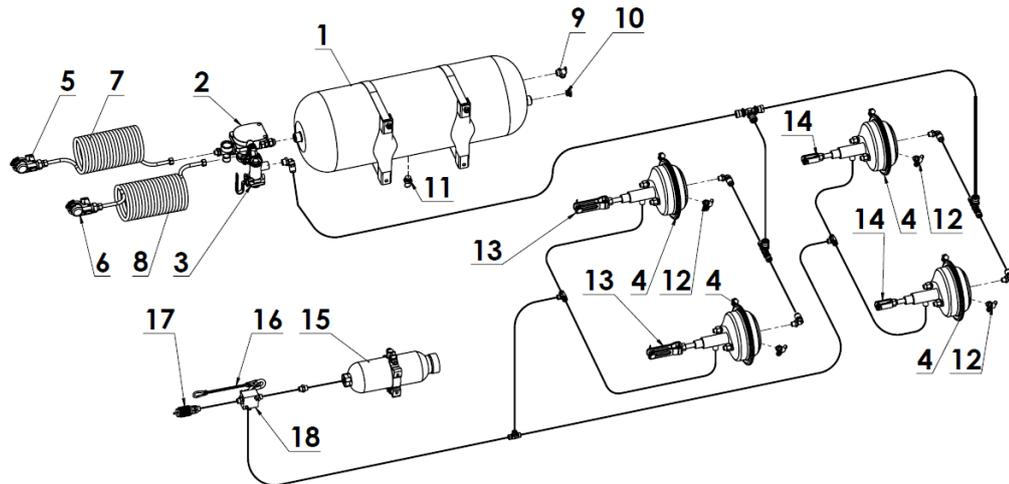

Рисунок 12-й Пневмогидравлическая тормозная система - навозоразбрасыватель N267/2:
- пневмогидравлическая тормозная система N267, N267/1 (рисунок 12),
Другим вариантом тормозной системы является пневмогидравлическая тормозная система. Эта система представляет собой комбинацию 2-проводной гидравлической и пневматической тормозной системы. В зависимости от типа тормозов, которыми оснащен трактор, можно соответствующим образом подключить гидравлическую или пневматическую тормозные системы - рисунок 12.